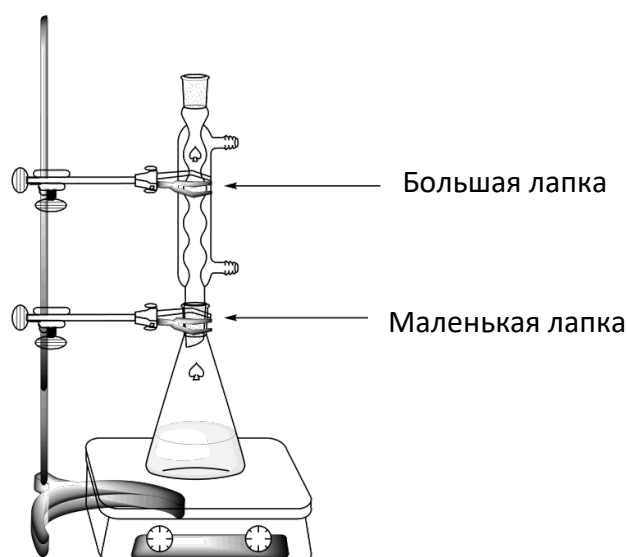

Рисунок 1. Установка для кипячения реакционной смеси с обратным холодильником.
2. **Проведите** перекристаллизацию неочищенного продукта, находящегося в конической колбе со шлифом, объемом в 50 мл, используя минимально необходимое количество этой водно-этанольной смеси и установку, использованную для синтеза как на рис. 1. **Поднимите** вашу карточку HELP. Лаборант подойдет для того, чтобы включить воду и плитку. При необходимости, добавляйте водно-этанольную смесь порциями через верх холодильника.